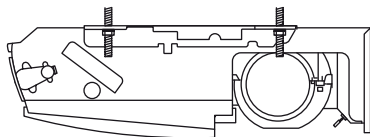

Fig. 3-15
c) Aperte as 2 porcas hexagonais em cada parafuso de suspensão para suspender a unidade interior como mostrado na Fig. 3-15.